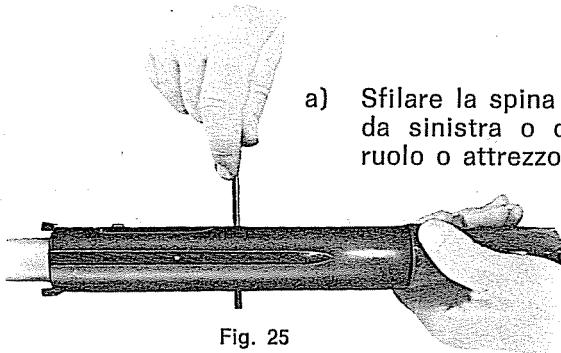

Fig. 25
- a) Sfilare la spina (tav. 2^a - Q) spingendola da sinistra o da destra con un punteruolo o attrezzo equivalente (fig. 25).
- a — with a punch push out trigger plate pin (Q - Table 2) from either end (fig. 25).
- a — avec un poinçon chasser la goupille du pontet, (table 2 - pièce Q) ce qui peut se faire d'un côté ou de l'autre (fig. 25)